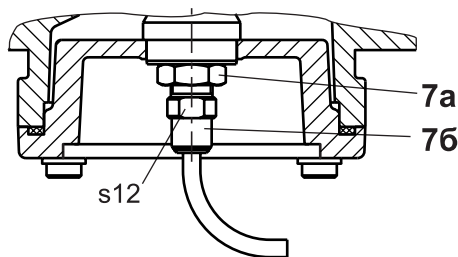

Рис. 7
- отверните контргайку 7а на корпусе 7б датчика положения (см. рис. 7);